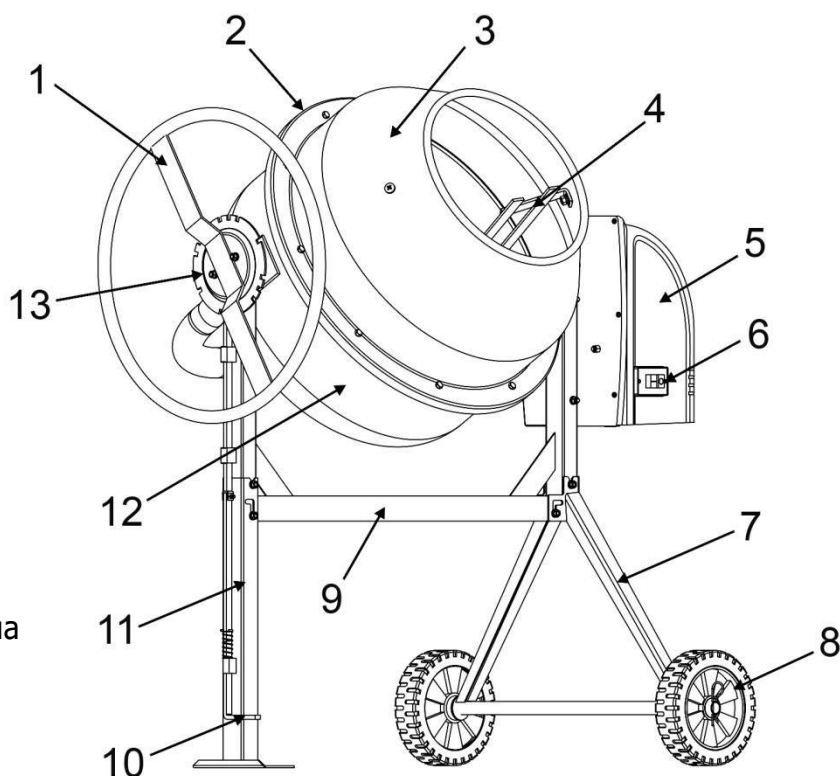

Рис. 1
- Наденьте на ось колесной стойки (7) (См. Рис.1,2) по колесу с каждой стороны.
- К несущей балке (9) (См. Рис.1) присоедините дополнительную опору (11).
- Соедините раму с колесной стойкой (7) (См. Рис.1;3). Зафиксируйте ее положение винтами (M8x70). Крепко затяните винты.
- Осторожно поместите нижний барабан (12) (См. Рис.1) на стойку так, чтобы подшипники попали в соответствующие пазы (См. Рис.4).
- Поместив верхний барабан (3) (См. Рис.1) на обод нижнего барабана (12) (См. Рис.1; 6), убедитесь в совпадении пазов и стрелок, а также в свободном вращении лопастей внутри барабана.
- Установите колесо наклона (1) (См. Рис.1) на место крепления.
- Трансмиссия с электродвигателем закрыта защитным кожухом (5) (См. Рис.1; 8).
крепления кожуха (5) (См. Рис.1). Приводной ремень должен быть надет на шкив, прогиб ремня при нажатии на него пальцем в средней части должен быть в районе 0,5-1 см.
2. Нажмите на зеленую кнопку включения (6) (См. Рис.1), расположенную сбоку на защитном кожухе электродвигателя.
3. Для отключения – нажмите на красную кнопку (6) (См. Рис.1).
- Отключите электродвигатель бетоносмесителя, нажав красную кнопку выключателя (4) (См. Рис.1).
- Для выгрузки готовой смеси нажмите на педаль (10), потяните на себя рукоятку наклона барабана (1) (См. Рис.1) и поверните барабан в нужную сторону выгрузки.